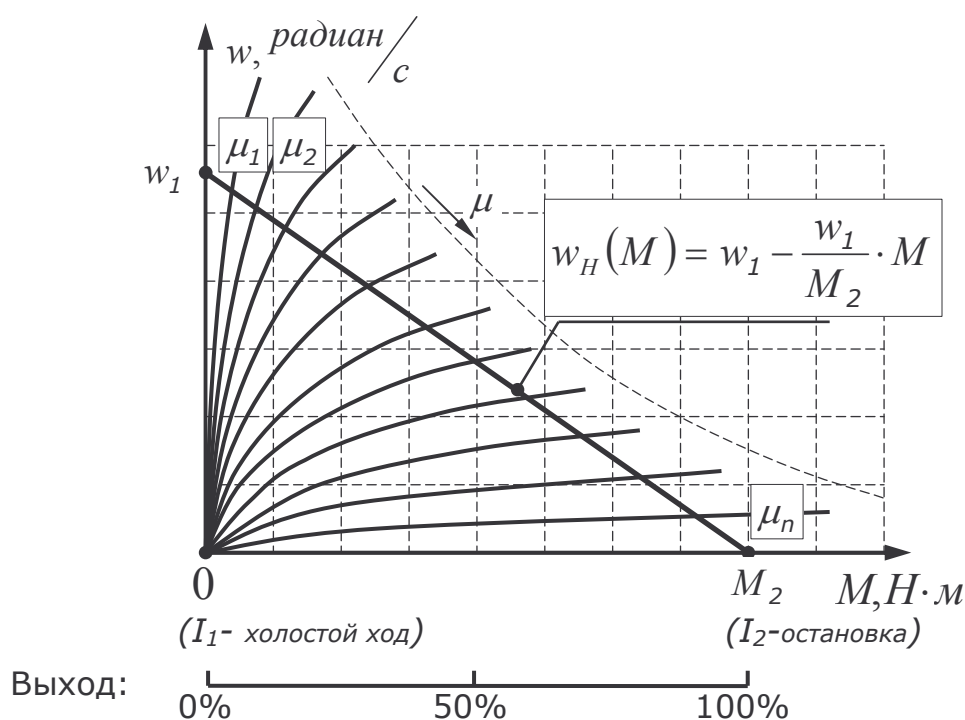

Рис. 3.2. Принцип работы РДВ-03.
**3.2. Управление двигателем** по заданной механической характеристике  $w_n(M)$  (рис.3.2) осуществляется широтно-импульсным преобразователем (ШИП). Механическая характеристика системы линейна. Линейность и повторяемость механической характеристики обеспечивается системой управления преобразователя с обратными связями по моменту на валу и частоте вращения якоря.
**3.3. Принцип измерения вязкости** основан на том, что вязкостью utfеля однозначно определяется точка пересечения характеристики  $w_H(M)$ , задаваемой НПВ-03 и семейства характеристик датчика РДВ-03 для различных вязкостей (рис.3.2).
**5.4. Настройка измерения вязкости** заключается в фиксации точек холостого хода и остановки двигателя на механической характеристике рис.3.2. Холостому ходу соответствует точка нулевого момента  $(0, w_1)$  (минимальной вязкости) и ток якоря холостого хода  $I_1$ , остановке двигателя – точка нулевой частоты  $(M_2; 0)$  (максимальной вязкости) с током якоря  $I_2$ . Фиксация этих точек производится нажатием кнопки «Enter» в соответствующем пункте меню когда двигатель находится в